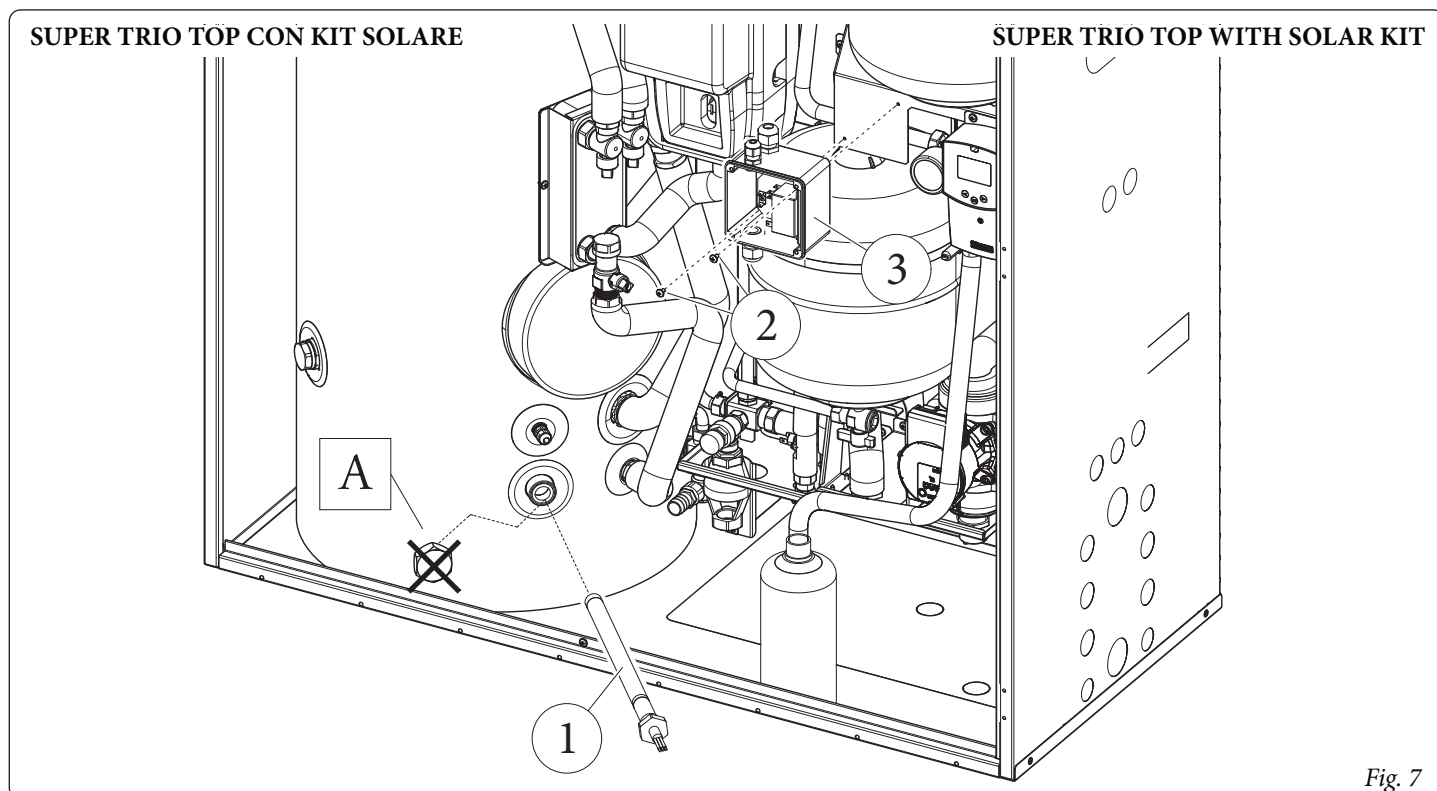

Fig. 7
- Smontare il tappo (A) presente sull'unità bollitore.
- Quindi inserire l'o-ring sulla resistenza (1) ed avvitarela nell'apposita sede sull'unità bollitore (Fig. 7).
- Prendere la scatola allacciamento (3), togliere il coperchio e fissarla tramite le viti (2) ai fori svasati presenti sulla lamiera posteriore (Fig. 7).
- Remove the tap (A) on the storage tank unit.
- Then insert the o-ring on the resistance (1) and screw it in the dedicated seat on the storage tank unit (Fig. 7).
- Take the connection box (3), remove the cover and fasten it to the countersunk holes on the rear metal-sheet plate (Fig. 7) with the screws (2).